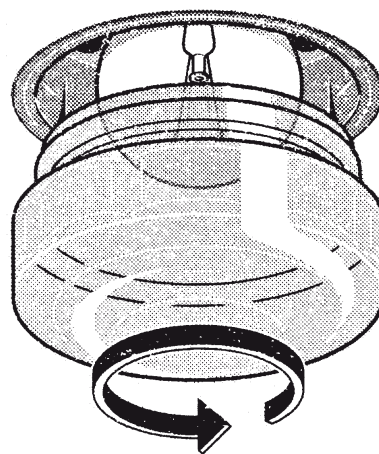

Fig. 5
- Deșurubați capacul becului (fig. 5), înlocuiți becul (vezi nota despre tipul becului) și înșurubați la loc capacul becului.